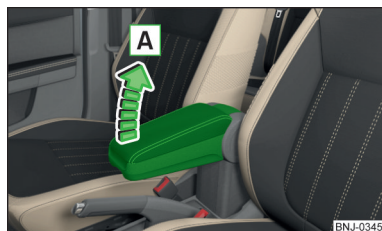

Fig. 70
- Per la **regolazione in altezza** sollevare il bracciolo in direzione della freccia in una delle posizioni di innesto » fig. 70.